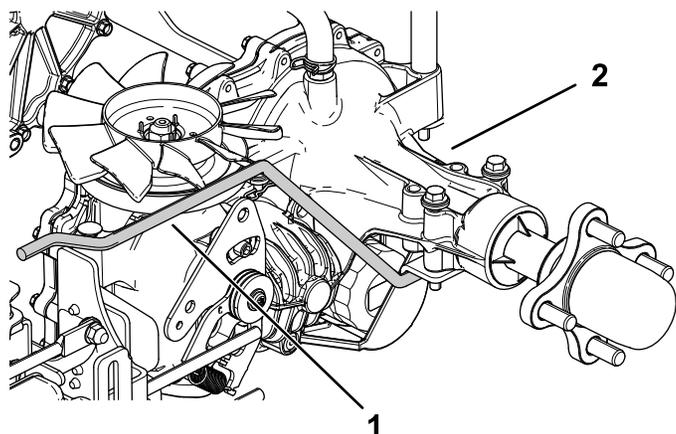

図 5
1. ハイドロスタットから、既存の後サポートロッドを外す 図 5。